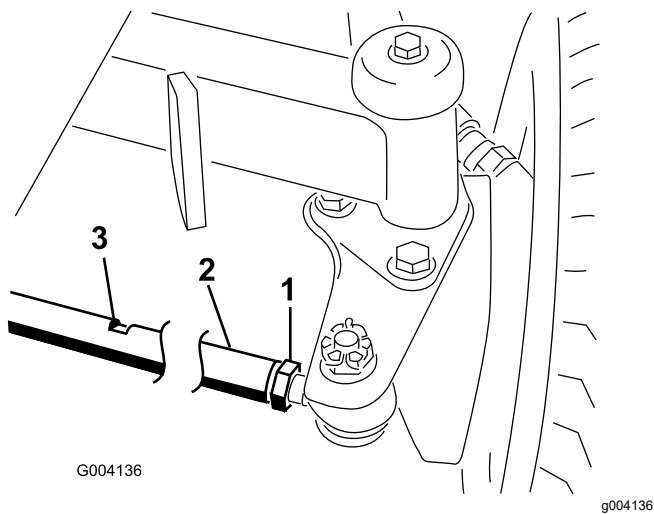

図 134
1. 各タイロッド 図 134の端についているジャムナットをゆるめる。